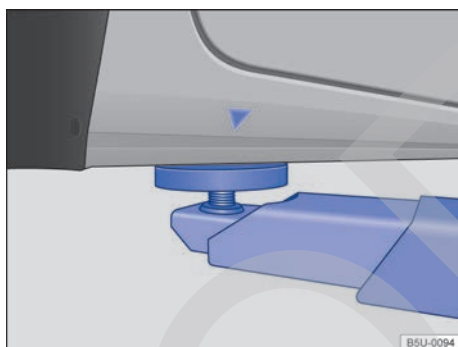
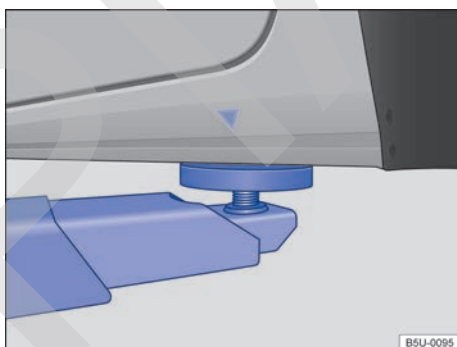

Fig. 142 Puntos de apoyo delanteros para la suspensión con plataforma elevadora o con gato.
Fig. 143 Puntos de apoyo traseros para la suspensión con plataforma elevadora o con gato.
El vehículo debe ser suspendido solamente por los puntos indicados en las figuras ⇒ fig. 142 y ⇒ fig. 143. Si el vehículo no está suspendido por los puntos indicados, pueden ocurrir daños en el vehículo ⇒ ⚠ y lesiones graves ⇒ ⚠.
- Suspender el vehículo solamente por los puntos indicados en las figuras ⇒ fig. 142 y ⇒ fig. 143. Si el vehículo no es suspendido por los puntos indicados, puede caer de la plataforma elevadora cuando, por ejemplo, se desmonta el motor o la suspensión.